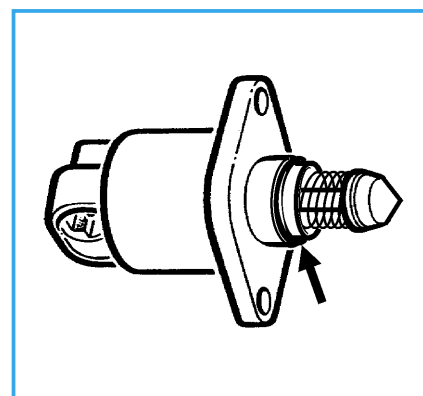

Fig. 1 Motor hidráulico paso a paso con junta tórica (flecha)
- Vigile por la correcta posición de la junta tórica (flecha), fig. 1